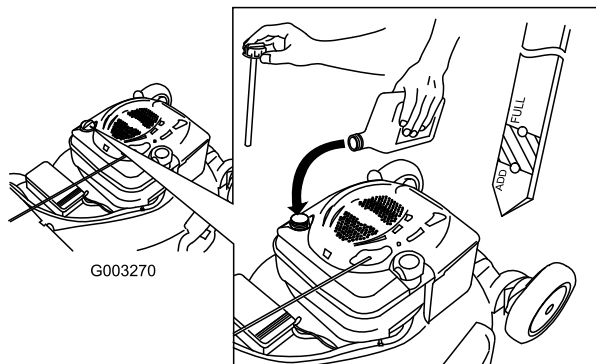

Figura 9
1. Retire la varilla (Figura 9).
2. Vierta **lentamente** aceite en el tubo de llenado hasta que el nivel llegue a la marca Full de la varilla (Figura 9). **No llene demasiado.** (Capacidad máxima: 0,59 l, tipo: SAE 30W, aceite detergente con clasificación de servicio API SF, SG, SH, SJ, SL o superior.)